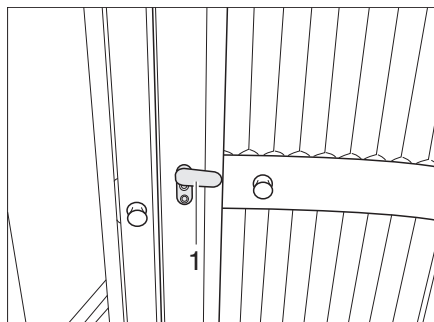

Bild 269 Vario-Toilette, Toiletten-Eingangstür
- Den Riegel (Bild 269,1) an der Toiletten-Eingangstür senkrecht stellen und das Innenteil der Toiletten-Eingangstür ausklappen.
- Das Innenteil zur Toiletten-Eingangstür drehen und zum Schließen den Riegel (Bild 269,1) waagrecht stellen.